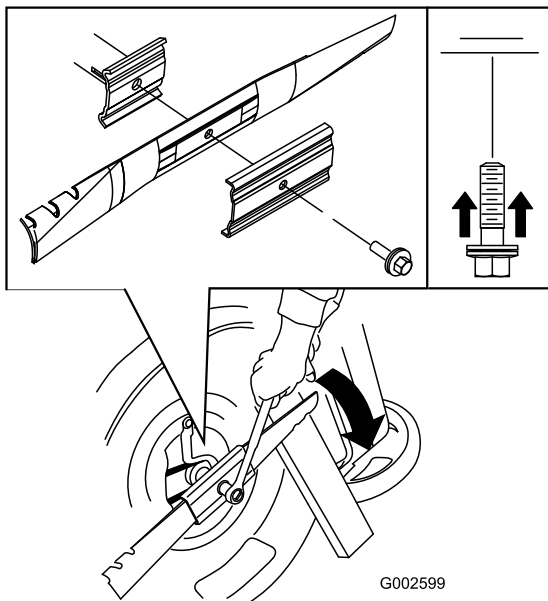

Figure 27
5. Montez la lame neuve (tournez le boulon de fixation dans le sens horaire) ainsi que toutes les fixations (Figure 27).